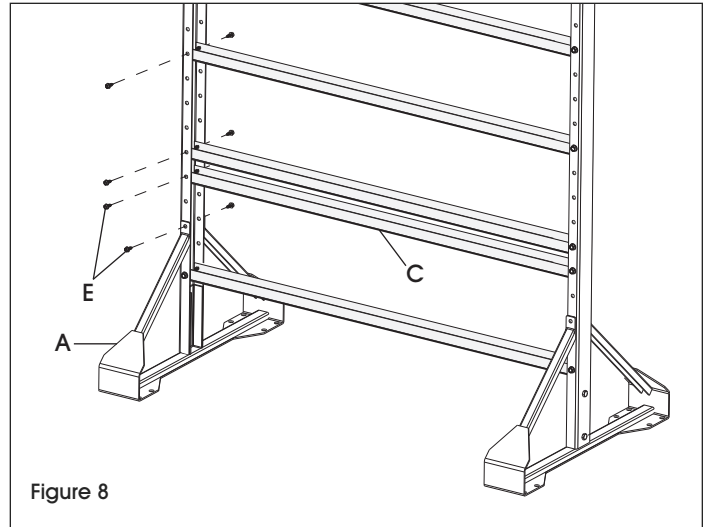

Figure 8
Fixez une traverse (C) au cinquième et sixième trous à partir du bas à l'aide de vis à tôle n° 14 (E). Sautez les trois prochains trous et fixez les autres traverses après chaque trois trous. (Voir Figure 8)
**REMARQUE :** Fixez chaque socle (A) au troisième trou à partir du bas à l'aide de vis à tôle n° 14 (E). (Voir Figure 8)